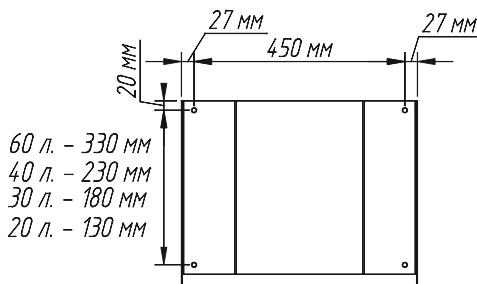
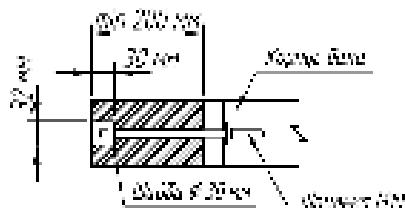

Рис. 2
Рис. 3
- 2** Определите место установки обливного устройства с учетом его веса, габаритов и несущей способности стены, на которую оно будет установлено, разметьте места установки анкеров для подвеса обливного устройства (см. рис. 2, рис. 3). (Анкера в комплект поставки не входят, и подбираются потребителем самостоятельно в зависимости от толщины стены на которую будет смонтировано обливное устройство)
- 4** Установите поплавковый клапан в бак обливного устройства и с его помощью выполните регулировку уровня воды как показано на рис. 3
- 5** Надежно закрепите обливное устройство на стене при помощи 4 анкеров из шпильки M10 с гайками (см. рис. 3)